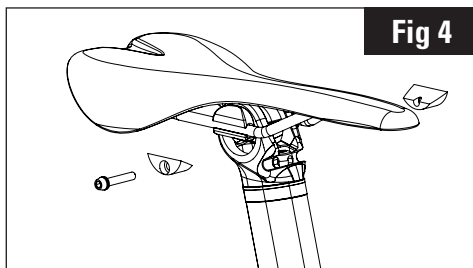

Fig 4
4. Die beiden unteren Flansche (11) nehmen und die vorher eingefettete Schraube mit 8 Nm festziehen, sobald der Sattel richtig sitzt. (Abb.4)